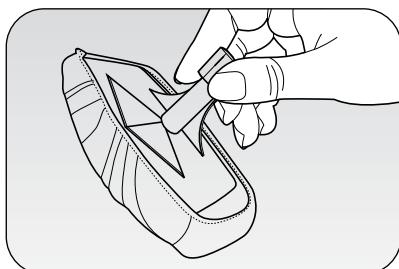

Fig. 5
De stofborstel die met de adapter (12) moet worden gebruikt, past zowel op het pistool (C) als op de verlengbuizen (9). Met de eenvoudig te monteren doek (10) kan de borstel worden gebruikt om het stof te verwijderen van en uit bankstellen, stoelen, dekens, matrassen en kussens (Fig. 5). Met de borstel kunt u ook om textiel verfrissen en rimpels verwijderen. Wij raden hoe dan ook aan om bij en tijdens het (eerste) gebruik, het stoomcondens in een emmer op te vangen om het stof niet nat te laten worden.